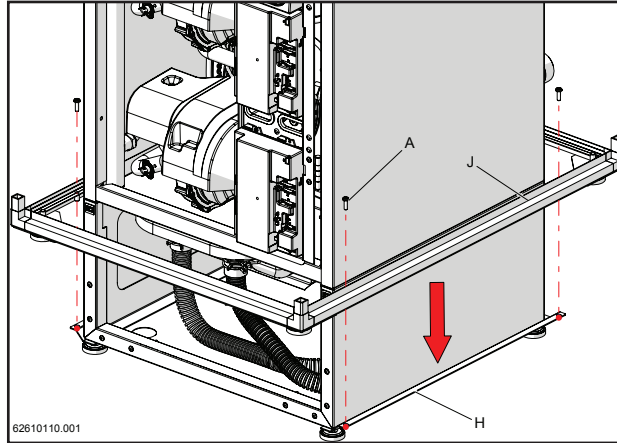
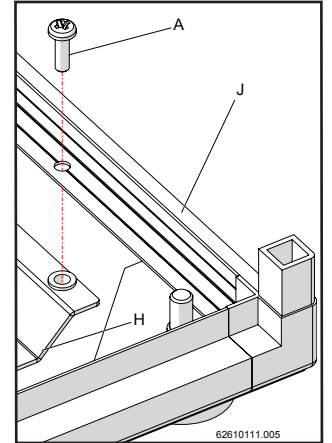

Figure 13-5
Figure 13-6
- 3.- Insérer le châssis inférieur « J » (figure 13-5) et le fixer à l'étrier « H » avec les vis spécifiques « A » au niveau des trous présents (figure 13-6).